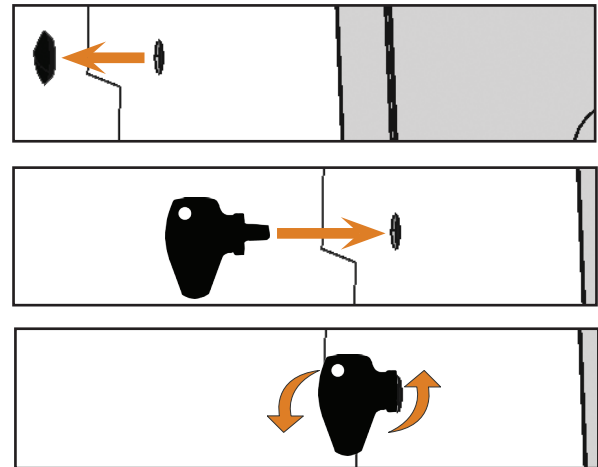

FIG. 24: UTILISEZ LA CLÉ DE DÉVERROUILLAGE DE SÉCURITÉ
- M2. Ôtez le capuchon de fermeture de l'ouverture du déverrouillage de sécurité située sur le côté gauche de la machine (☞ Fig. 24, en haut).
- M3. Introduisez la clé du déverrouillage d'urgence du la porte du local de travail dans l'orifice (☞ Fig. 24, au milieu).
- M4. Désactiver le verrouillage de sécurité de la porte du local de travail en tournant la clé de 90° dans le sens inverse des aiguilles d'une montre (☞ Fig. 24, en bas).
- M7. Réactiver le verrouillage de sécurité de la porte du local de travail en tournant la clé de déverrouillage d'urgence de 90° dans le sens des aiguilles d'une montre (☞ Fig. 24, en bas).